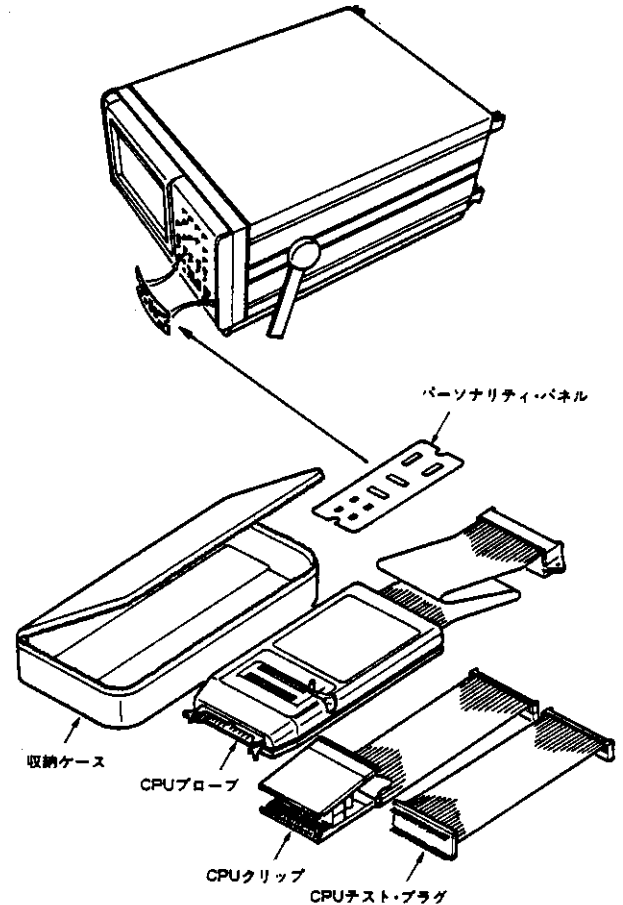

図 3
3. 図3に示しますパーソナリティ・パネルを装着または交換します。